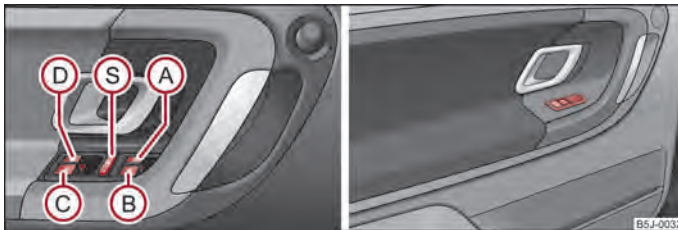

Fig. 19 Tastele din portiera șoferului/tastele din portierele din spate
Tastele pentru fiecare geam se găsesc în elementul de comandă din cotiera portierei șoferului ⇒ fig. 19, din portiera pasagerului față și din portierele din spate.
Apăsând comutatorul de siguranță  ⇒ fig. 19, puteți scoate din funcțiune tastele din portierele din spate. Apăsând încă o dată comutatorul de siguranță , puteți restabili funcționarea tastelor din portierele din spate.
- Când se transportă copii pe locurile din spate, vă recomandăm să scoateți din funcțiune comutatoarele din portierele din spate (comutatorul de siguranță)  ⇒ fig. 19.